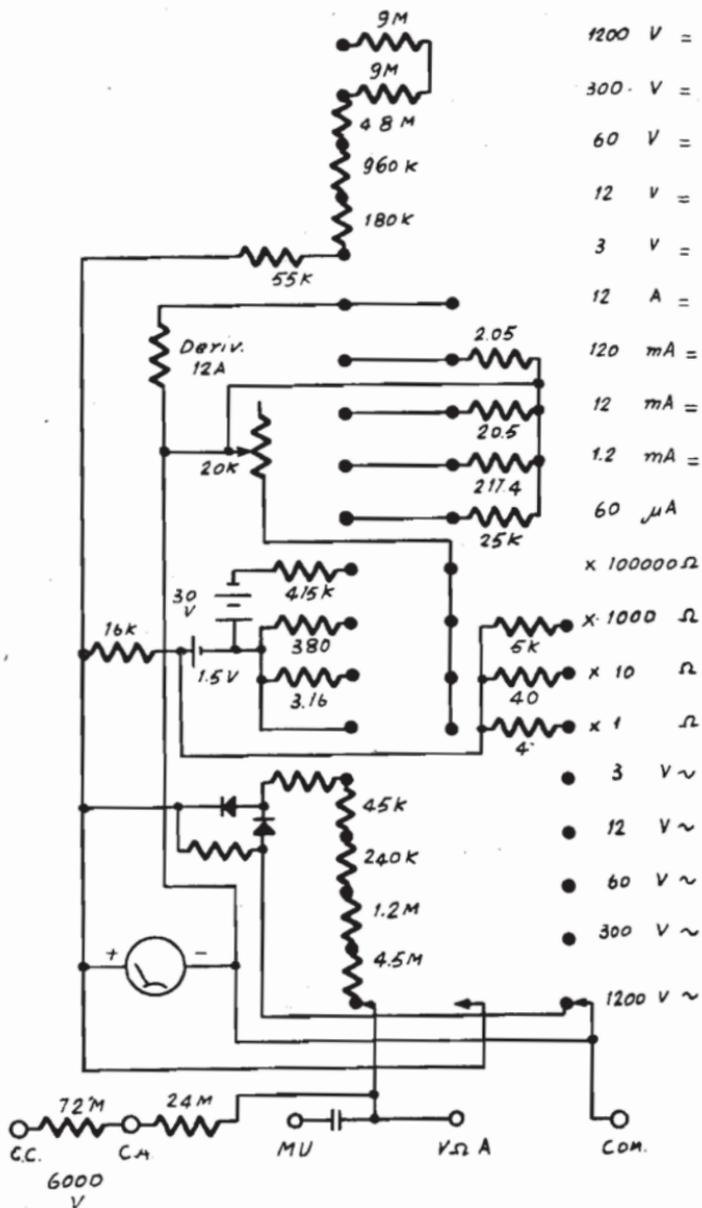

Fig. 220. - Voltohmmetro Triplett.
*Voltohmometro Triplett 840, fig. 220.*